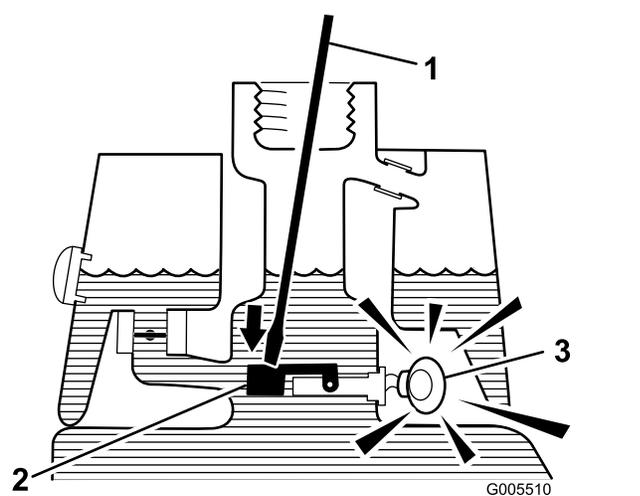

Figura 53
3. Inserite nel collo del serbatoio un'asta o un cacciavite puliti e premete con cautela il galleggiante dell'interruttore (Figura 53): dopo un secondo dovrebbe scattare l'allarme.